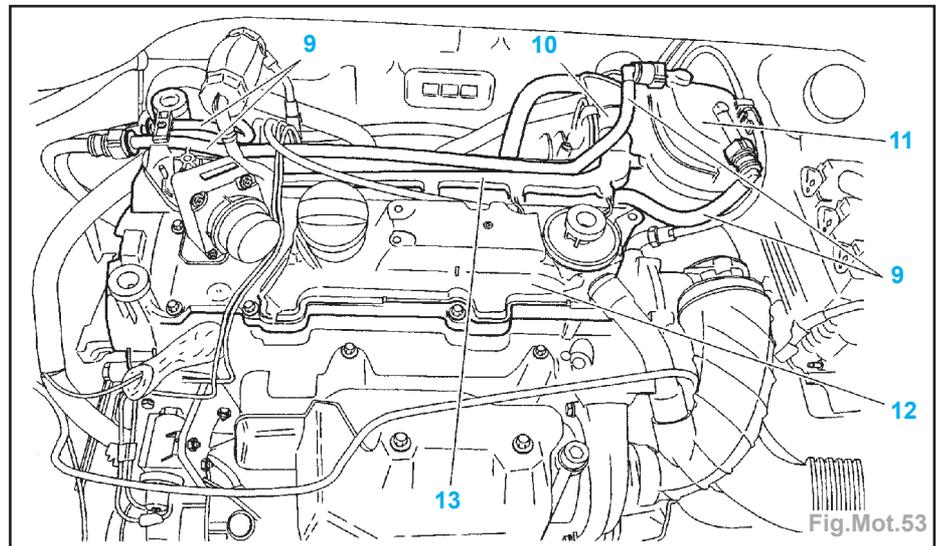

Fig.Mot.53
- Désaccoupler le tube d'admission d'air au turbocompresseur (4).
- Déposer le résonateur d'admission d'air (6).
- les raccords encliquetables d'arrivée et de retour du circuit de carburant (2) et (3),
- les raccords encliquetables sur le filtre à gazole (7) et (8) ; placer des bouchons d'étanchéité.
- Déposer le filtre à gazole (11) (Fig.Mot.53).
- le circuit carburant (9),
- les injecteurs (13),
- le connecteur (10),